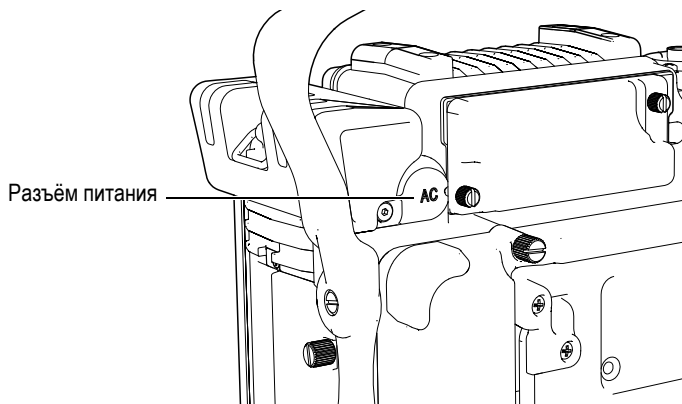

Рис. 2-3 Разъём питания
Питание ЕРОСН™ 1000 от сети переменного тока осуществляется посредством зарядного устройства/адаптера (ЕР-МСА). В адаптере ЕР/МСА имеется универсальный вход для электропитания, что позволяет использовать его для любых сетей переменного тока 100–240 В с частотой 50–60 Гц. Зарядное устройство/адаптер подсоединяется в соответствующий разъем ЕРОСН 1000 (см. Рис. 2-3 на стр. 42).
3. Подсоедините выход адаптера к разъёму питания (см. Рис. 2-3 на стр. 42).